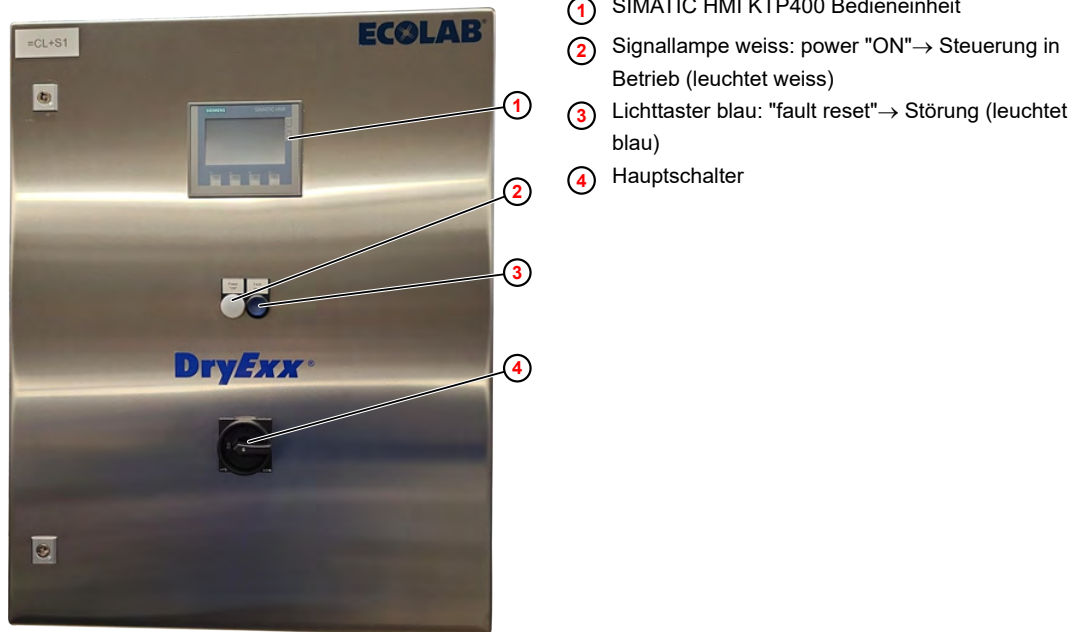

Abb. 10: DryExx® Advanced - Bedienelemente
1. ➤ Am Steuerschrank Hauptschalter (Abb. 10 , ④) ausschalten.
2. ➤ Am Steuerschrank Hauptschalter (Abb. 10 , ④) einschalten.
- ⇒ Die Signallampe ② leuchtet.
- ⇒ Nach erfolgreichem Systemstart erscheint der „Hauptbildschirm“ im Display ① des Steuerschranks.
3. ➤ Fehlermeldung auf dem Display der Steuerung durch Drücken des Leuchttasters ③ quittieren.